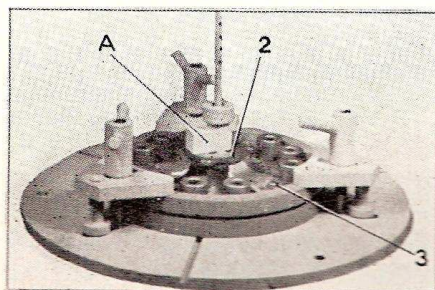

Fig. E 4.
Visser les écrous (3) pour amener la bague d'appui (2) des languettes en contact sous le doigt central pivotant A du montage (fig. E 4).